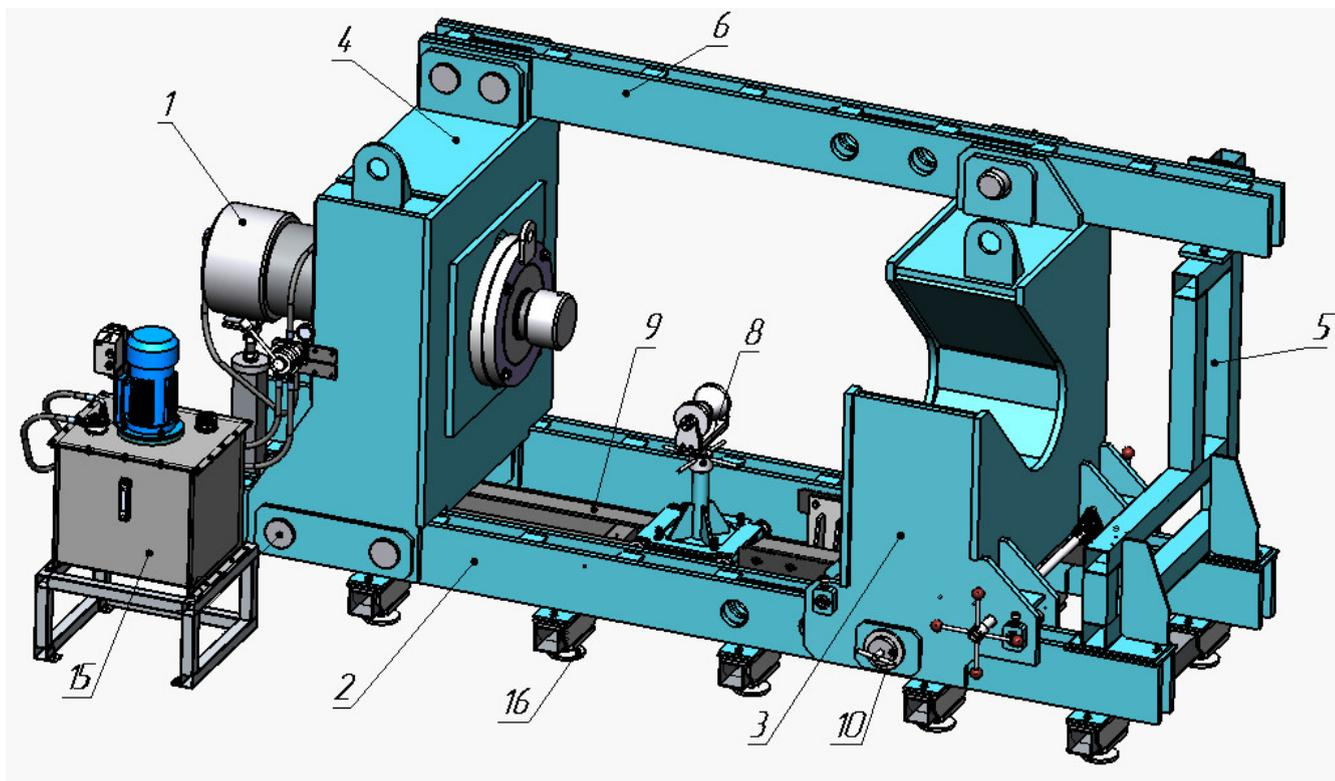

Рис. 1
Основные составные части пресса (см. рис.1): основание (2), траверса неподвижная (4) с закрепленным на ней гидроцилиндром (1), траверса подвижная (3), гидростанция (15), регулируемый по высоте люнет (опора вала) (8).